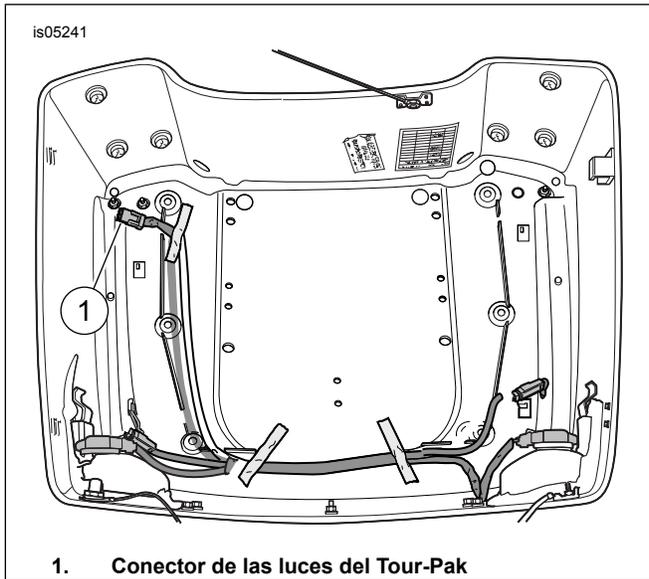
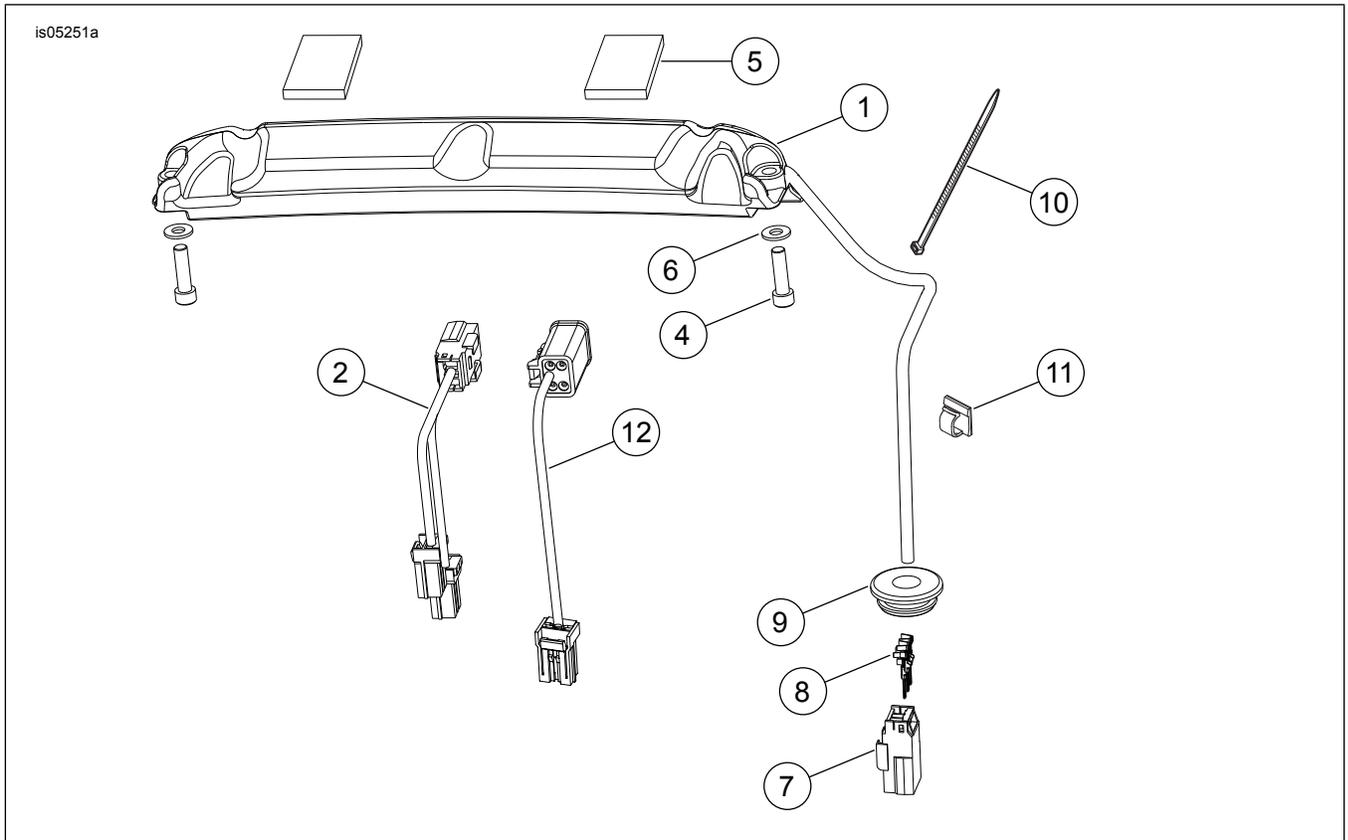

Figura 3. Conector del arnés del Tour-Pak
Figura 5. Piezas de servicio: Luz de rejilla LED
Vea Figura 5 y Tabla 1.
7. Vea Figura 5 y Tabla 1. Aplique almohadillas de espuma (5) a la superficie superior de la luz.
8. Asegure la luz (1) a la rejilla con los tornillos con cabeza de casquillo (4) y las arandelas (6).
15. Vea Figura 3. Sujete el arnés en "Y" (artículo 2, Figura 5) al conector macho de tres patillas (1) del arnés del Tour-Pak.
18. Vea Figura 5. Vea el apéndice eléctrico del Manual de servicio para instalar las patillas de terminal (8) en los cables de la luz de la rejilla e instalar los terminales en el conector macho de tres patillas (7) como sigue: